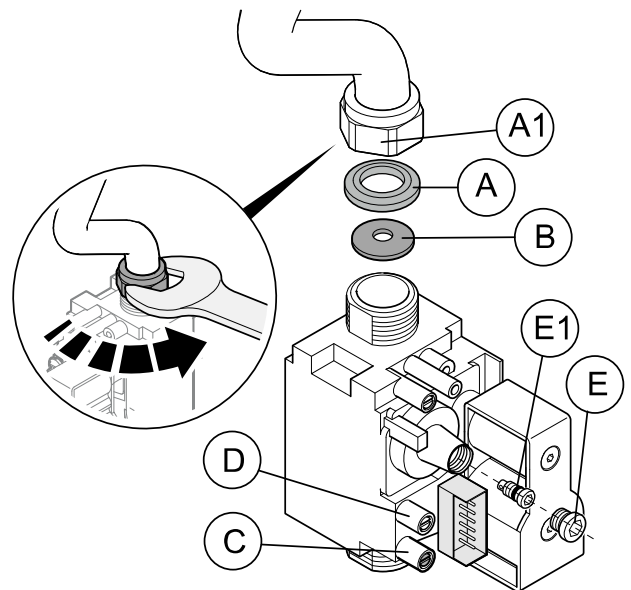

Figure 1
F.3 Réglage de la vanne à gaz (voir Figure 1)